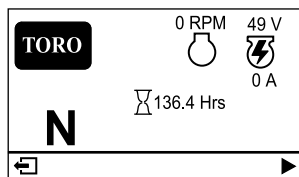

Bild 21
- **Hauptinformationsbildschirm (Bild 21):** Zeigt aktuelle Maschineninformationen an, während der Schlüssel in der Stellung EIN ist.